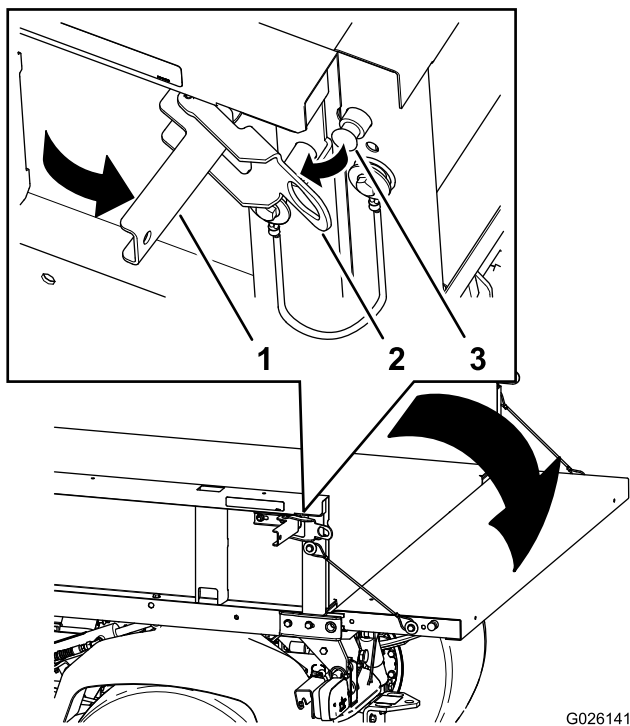

Figura 19
2. Abra los enganches de los lados izquierdo y derecho de la plataforma de carga (Figura 19), y baje el portón trasero.